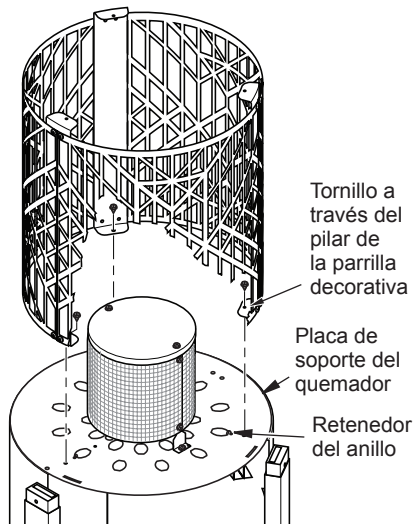

**Figura 5 - Ensamblaje del emisor y fijación de la placa de soporte del quemador**
7. Fije el soporte de la válvula de control al panel de control de la mesa con 2 tornillos (C). Fije de control y la perilla de control a la válvula de control desde la parte exterior del calentador. Consulte la figura 5.
8. Fije la placa de soporte del quemador a los paneles con 4 tornillos (C) (consulte la figura 5).
9. Fije las mallas del emisor a los soportes del emisor con 4 tornillos (C), como se muestra en la figura 5.
10. Fije la tapa del emisor a los soportes del emisor con 2 tornillos (C), como se muestra en la figura 5.
11. Fije el conjunto de emisor a la placa de soporte del quemador con 2 tornillos (C) (consulte la figura 5).